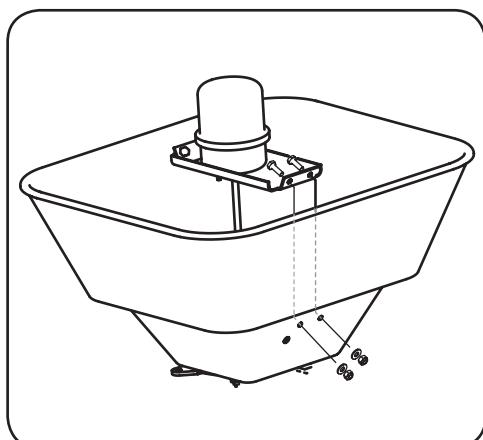

Figura 1-5
- Fije el conjunto del motor al fondo de la tolva enroscando cuatro pernos M6 x 20 y conectando con cuatro arandelas planas y contratuerzas M6. Consulte la Figura 1-5.